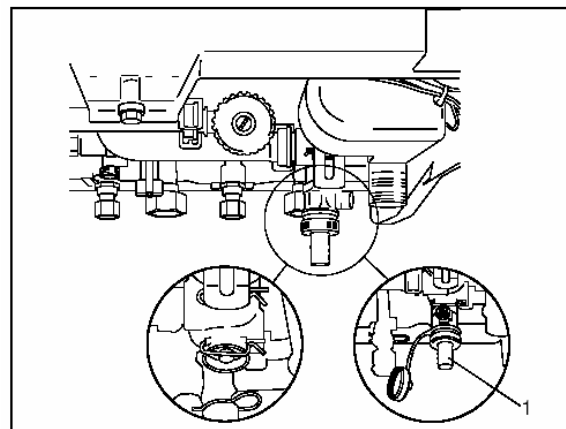

fig. 6 Montering av påfyllnadsventil till höger på undersida
Gaspannorna **Milton HR24** levereras med en avtappningsventil som kan monteras istället för blindproppen (fig.6, pos.1).